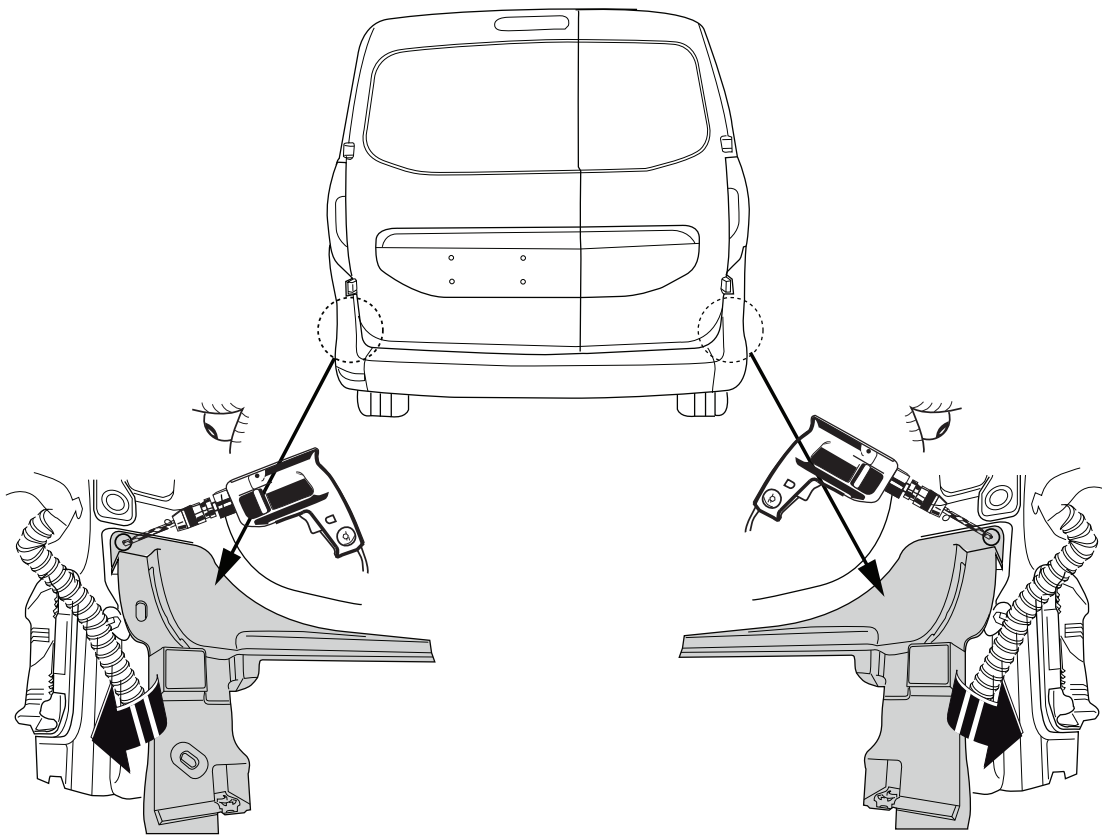

Fig. 2
2. Снять пластмассовые защитные колпаки. См. рис. 2.